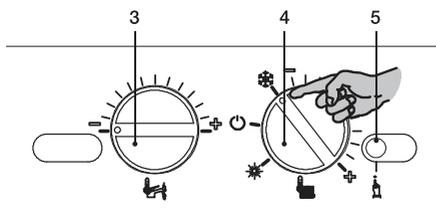
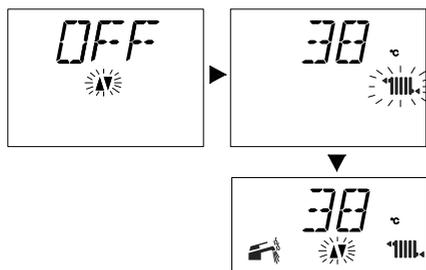

Рисунок 6.3
Рисунок 6.4
- Поверните переключатель функций 4 так, как показано на рисунке (см. Рисунок 6.3): котел перейдет в режим «ожидания зимы» и на ЖК-дисплее отобразятся следующие символы (см. Рисунок 6.4).